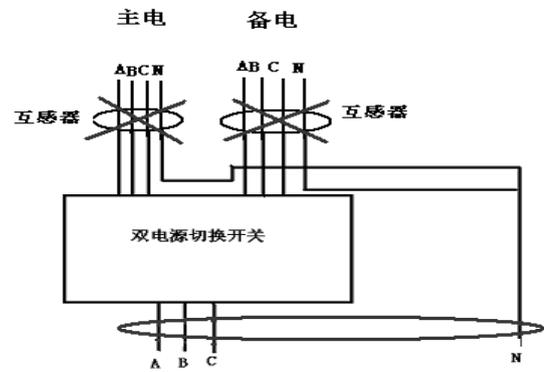

图 8 互感器应置于双电源开关的输出端
- 5) 含双电源切换开关的配电箱内的剩余电流式电气火灾监控探测器的互感器应置于双电源切换开关出线侧, 如图 8。